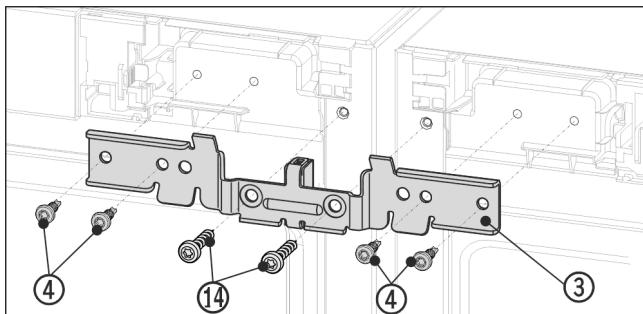

Fig. 12 Zobrazení příkladu
- ▶ Úhelník Fig. 12 (3) zasuňte rozpěrným kusem mezi přístroje na čepy. Úhelník přišroubujete čtyřmi šrouby Fig. 12 (4) a předtím vyšroubovanými uzemňovacími šrouby Fig. 12 (14) střídavě vlevo a vpravo bez utahování.